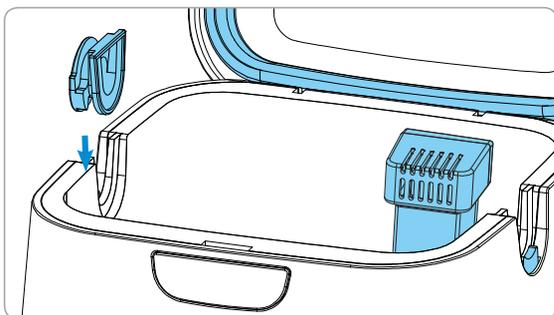

Figura 6. Colocar el tapón de la ranura de la manguera extraíble
2. Instale el tapón de la ranura de la manguera extraíble en una ranura libre (figura 6).
Orienta el tapón de la ranura de la manguera extraíble como se muestra en la figura 6. La acara redonda del tapón de la ranura de la manguera extraíble debe quedar fuera de la dispositivo SoClean.